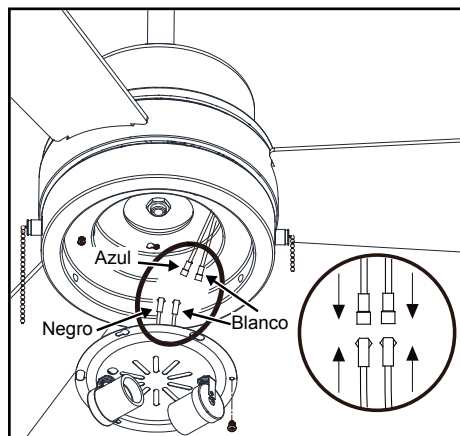

Figura 15
5. Conecta los cables de la carcasa del kit de luces a los cables del conjunto de montaje del kit de luces conectando los enchufes adaptadores moldeados juntos (azul a negro, blanco a blanco) (Figura 15)
6. Empuja el ensamblaje del soporte del kit de luces hacia la carcasa del kit de luces, de manera que los dos tornillos aflojados encajen en las ranuras tipo ojo de cerradura. Gira el conjunto del soporte del kit de luces para asegurarlo. Aprieta firmemente todos los tornillos. (Figura 15)